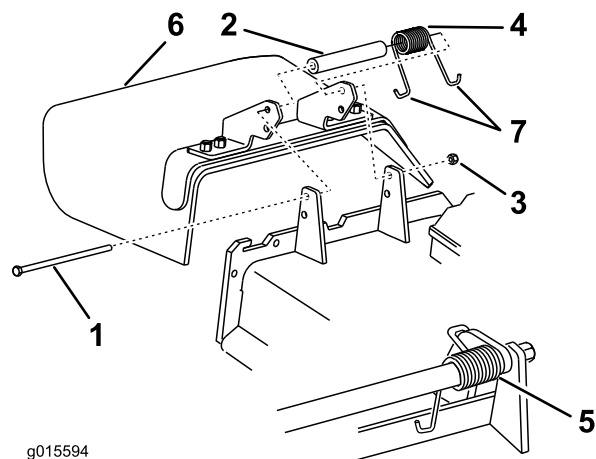

Figura 62
- Retire la contratuerca, el perno, el muelle y el espaciador que sujetan el deflector a los soportes de pivote (Figura 62).
Nota: Asegúrese de colocar un extremo en **J** del muelle detrás del reborde de la carcasa antes de instalar el perno, según se muestra en la Figura 62.
6. Coloque un extremo en **J** del muelle alrededor del deflector de hierba (Figura 62).